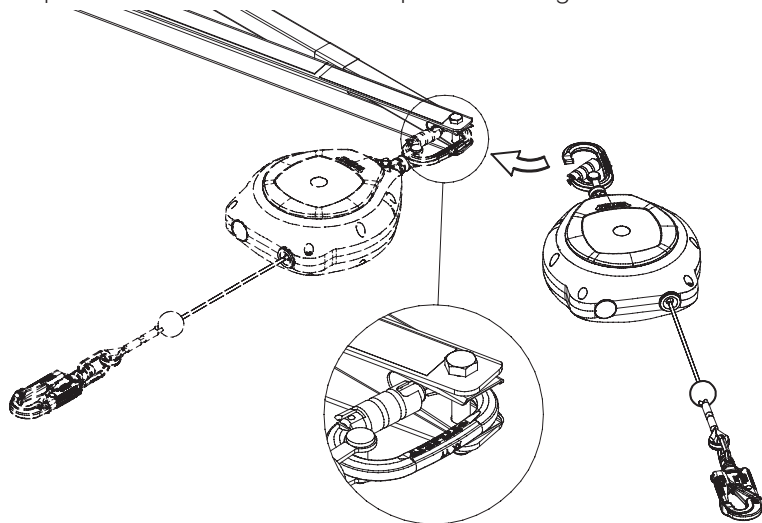

Figure 31. *Fixation d'un enrouleur automatique d'arrêt de chute*
2. L'étape suivante consiste à raccorder l'enrouleur automatique d'arrêt de chute. Assurez-vous que le composant soit correctement attaché et fixé à l'ancrage SkyReach. La Figure 31 montre comment l'enrouleur automatique d'arrêt de chute est fixé au point d'ancrage.